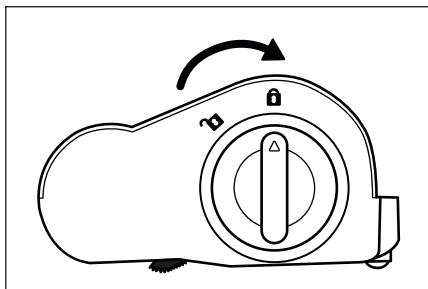

Fig. 29
- 5) Insérez le rouleau de brosse ㉑ dans la brosse de sol ㉑ et tournez le dispositif de déverrouillage du rouleau brosse ㉑ dans le sens du symbole  (fermeture) (voir fig. 29).